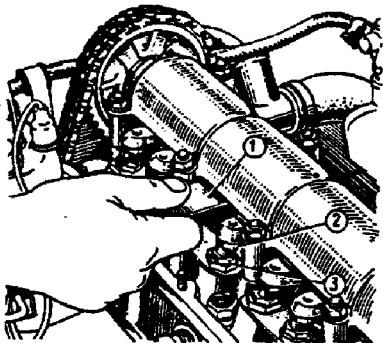

Fig. 2-55. Ajuste da folga das válvulas: 1 - calibrador A.95111; 2 - parafuso de ajuste; 3 - contraporca.
3. Inserir, entre a alavanca da válvula e came da árvore de comando, o calibrador plano A.95111, de 0,15 m. de espessura, e girar o parafuso de ajuste de modo a ajustar a folga (fig. 2-55). O ajuste estará correto se, após o aperto da contraporca, o calibrador possa ser inserido com uma pequena pressão.